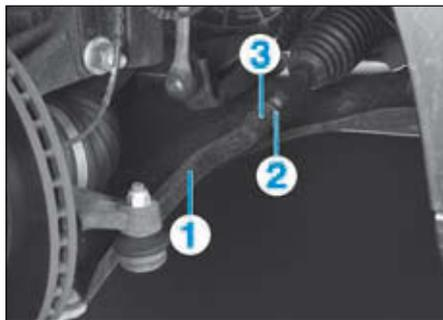

FIG.1
- Le parallélisme se règle par l'allongement ou le raccourcissement de la longueur des biellettes de direction (1), en les tournant par leur empreinte hexagonale (2), après avoir desserré le contre-écrou (3) (Fig.1).